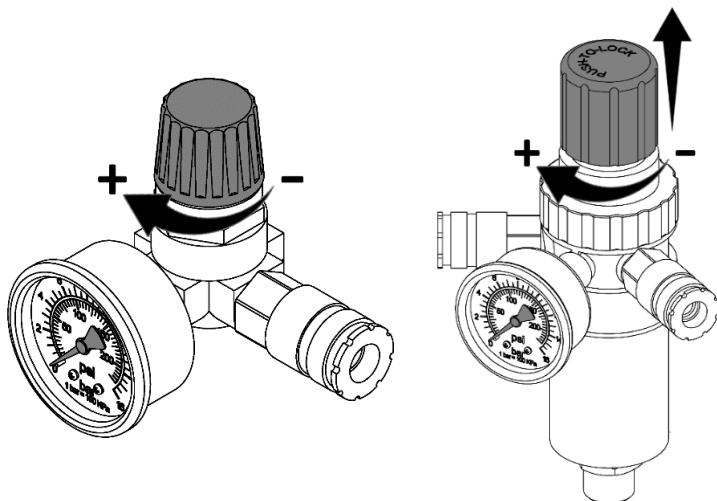

Рисунок 11
7.3.1 Настройка давления в подсоединеных пневматических инструментах регулятором давления осуществляется следующим образом (см. рисунок 11):